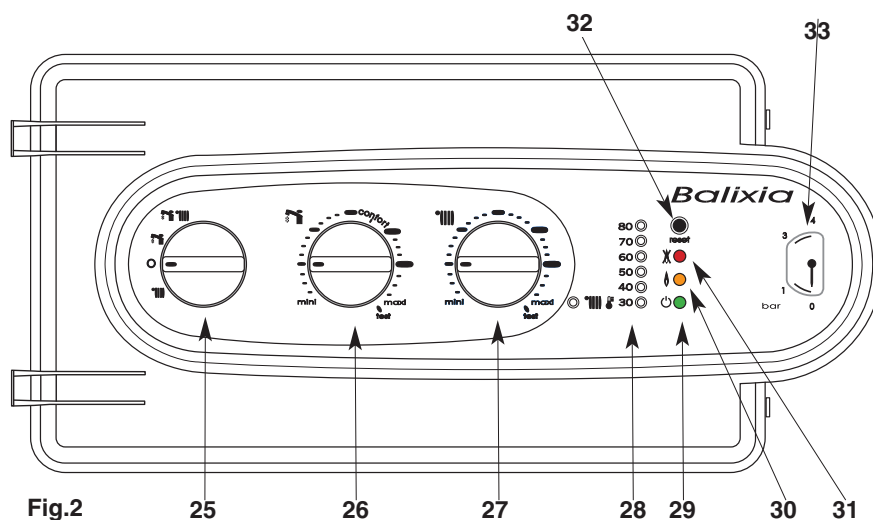

Fig.2
11. - elektronische schakeldoos (fig. 2)